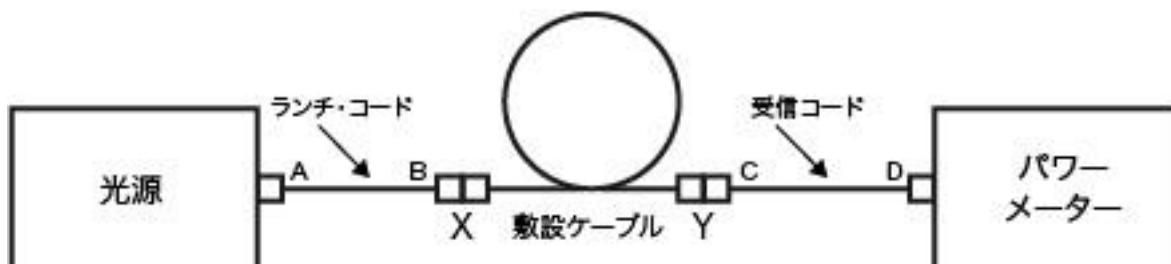

図 3. X-Y 方向でパーマネント・リンクをテストする
- 3) 単方向でテストします。光源からランチ・コードを抜かないでください。ランチ・コードを配線の一端に、受信コードとパワー・メーターを配線のもう一端に接続します (図 3 参照)。単方向でテストします。